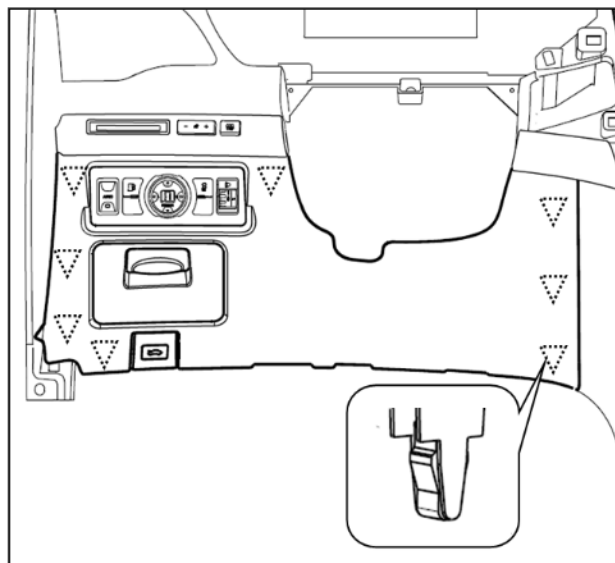

图1-1-5-1 左下护板组件安装点位置示意图
- (1) 用头部缠绕柔性胶带（或其它柔性产品）的一字螺丝刀小心撬起图1-1-5-1所示所有卡扣安装点；
- (2) 当所有卡扣都脱开时，从上到下依次拆除小面板上的电器接插件和引擎盖拉索，